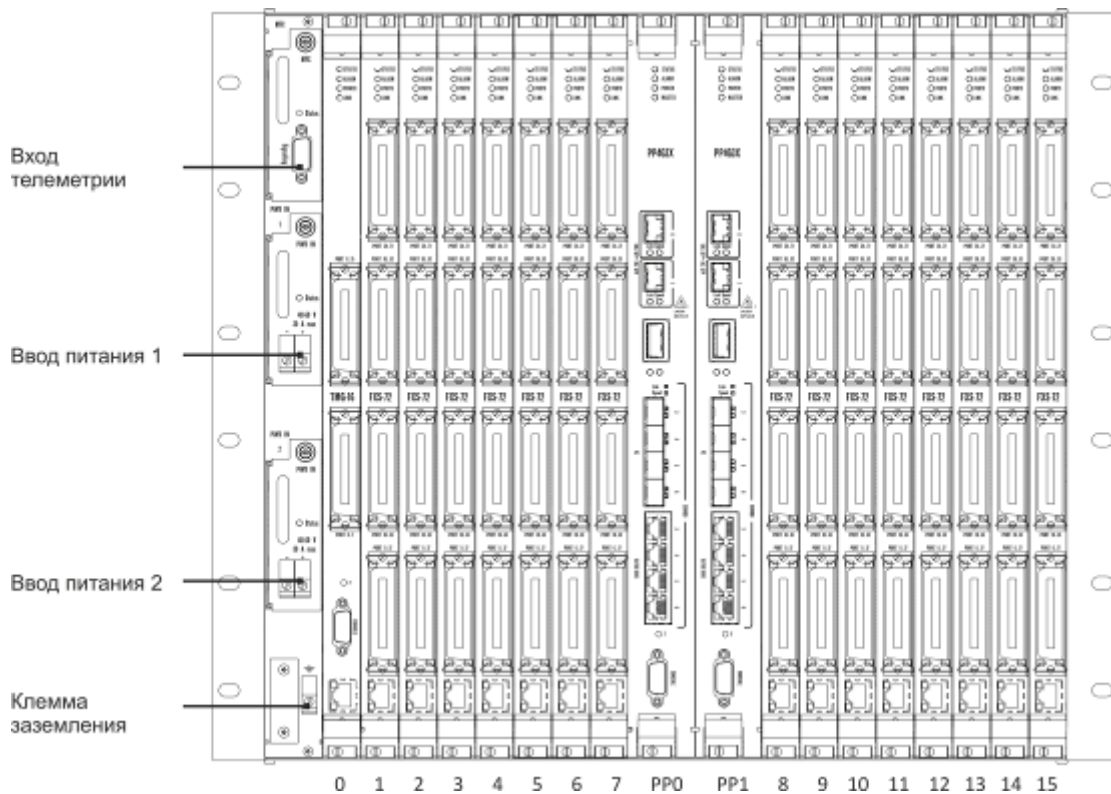

Рисунок 1 – Внешний вид крейта MS1000-PX в максимальной комплектации
- Обязательным для установки в крейт является модуль центрального коммутатора PP4G3X. Может быть установлено до двух модулей такого типа в целях обеспечения резервирования и увеличения производительности системы. Для их установки предназначены две центральные позиции (слоты обозначены PP0 и PP1), см. рисунок 1.